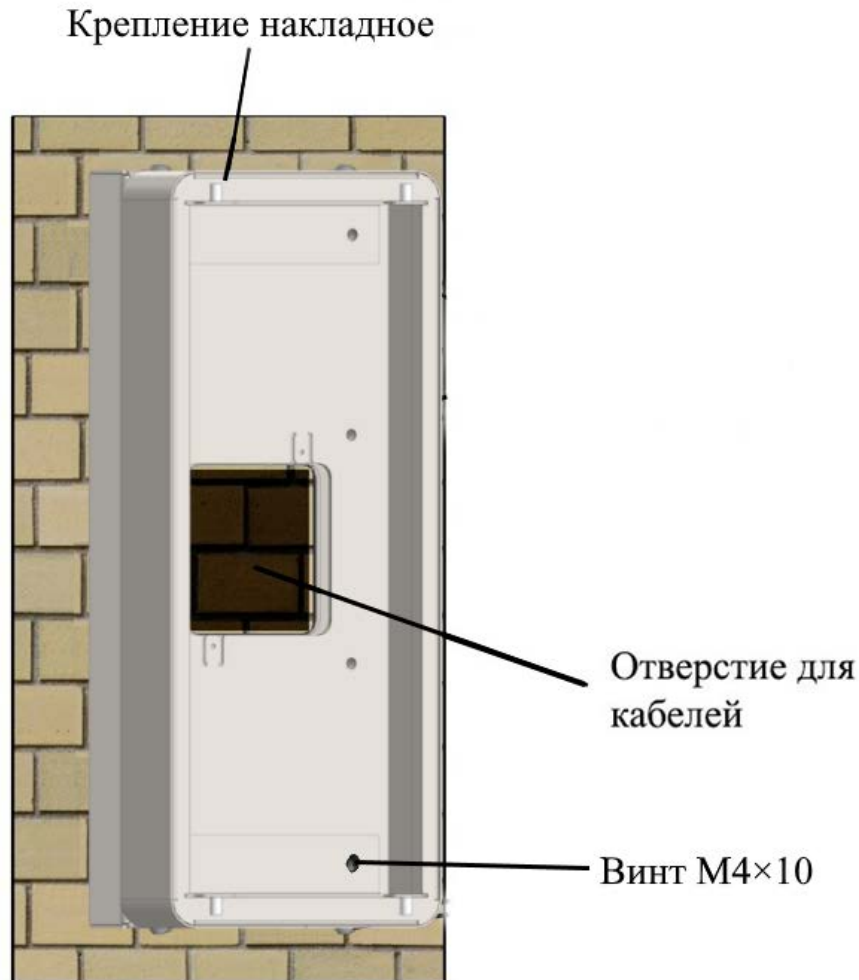

Рисунок 6 – Размещение крепления накладного
- 2.2.6. Приложить и прикрутить крепление накладное к крышке крепления углового винтами M4×10 (рисунок 6).